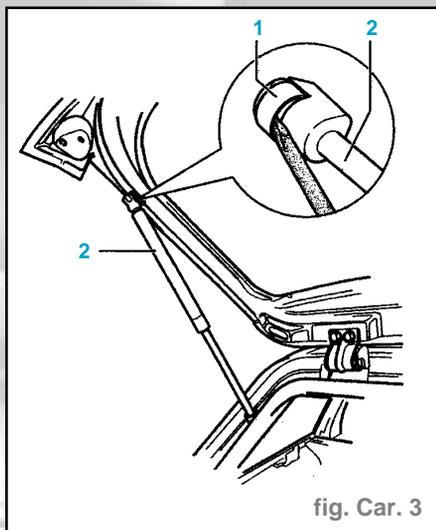

fig. Car. 3
- Soulever le ressort de retenue (1) avec un tournevis comme indiqué sur la figure et dégager le ressort à air comprimé du tourillon sphérique supérieur (fig. Car. 3).